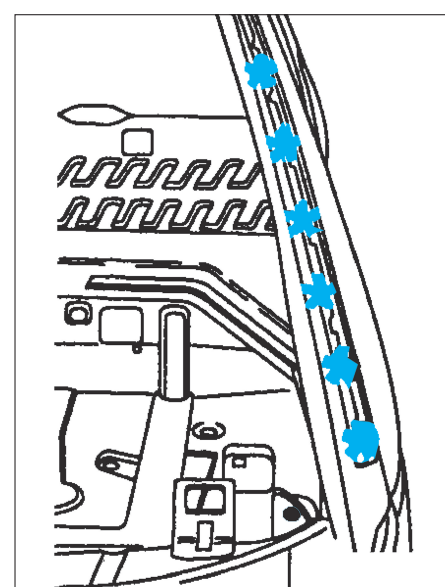
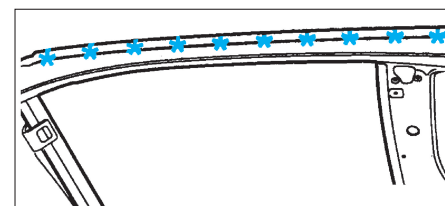
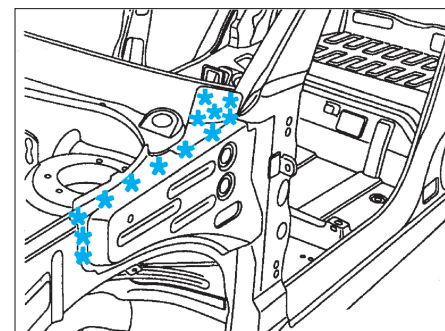
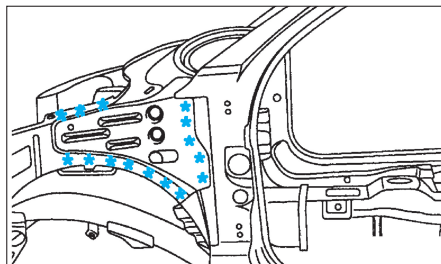

FIG. 42
FIG. 43
FIG. 44
FIG. 45
- Découper par fraisage des points (Fig.42), (Fig.43), (Fig.44), (Fig.45).